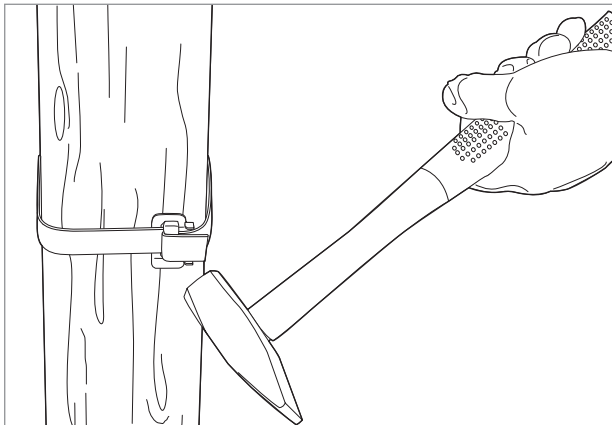
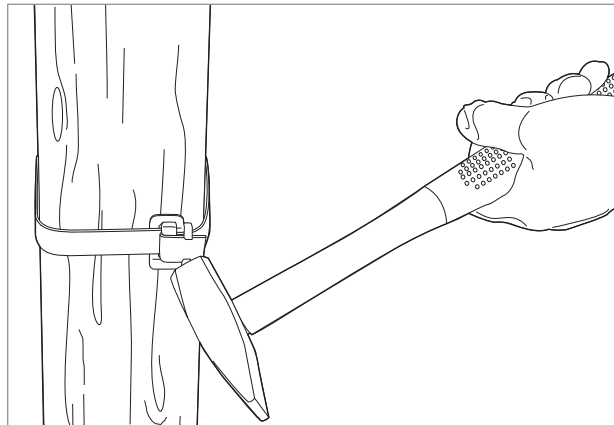

рис. 9
рис. 10
- При помощи молотка загните оставшийся в скрепе кусок ленты (рис. 9), а затем загните «усы» скрепы (рис. 10).